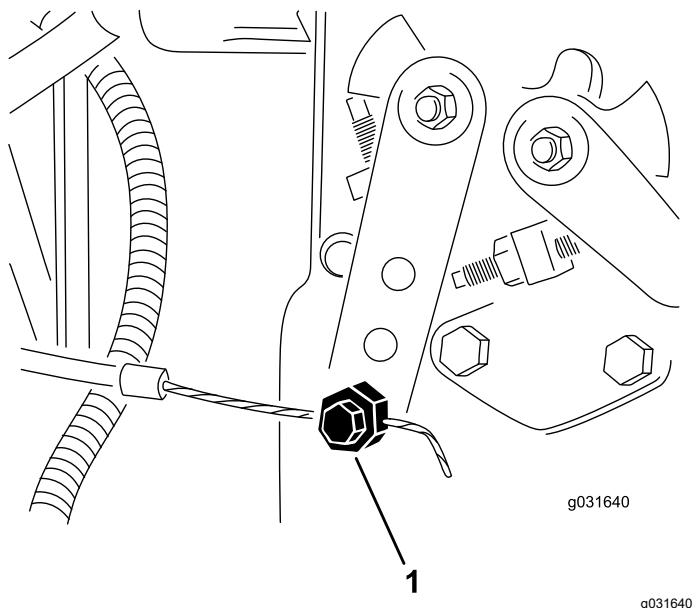

Figura 64
- Afloje el conector del cable del acelerador en la palanca de la bomba de inyección (Figura 64).